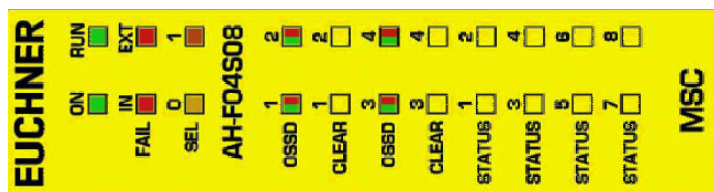

Figura 27:
8.3.15. Módulo AH-FO4S08 (Figura 27)